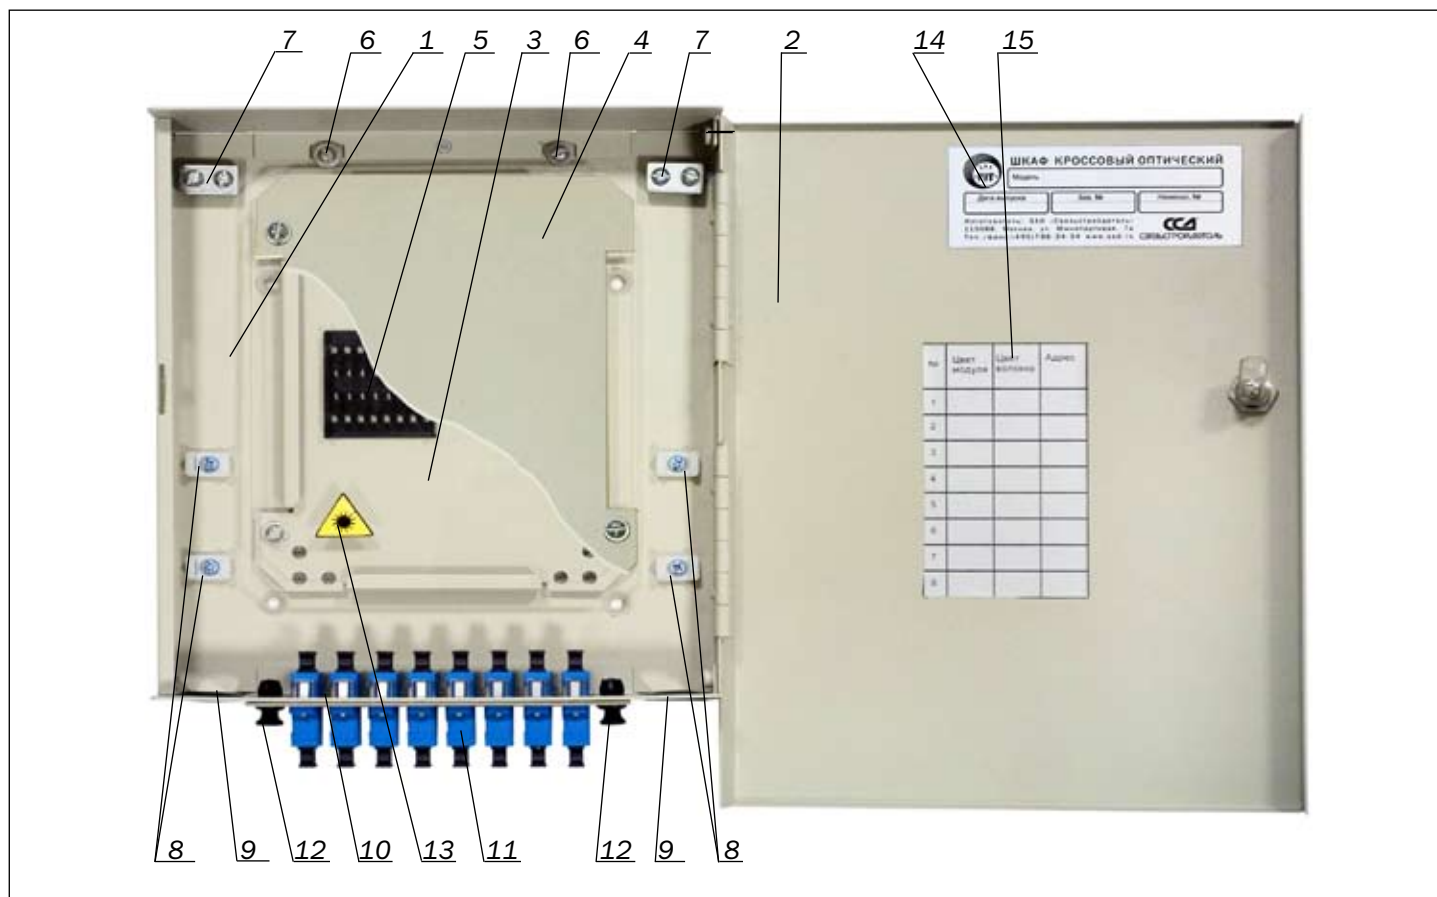

Рисунок 1.1 - Шкаф ШКОН-МИ
**5.2** Открыть дверцу шкафа и при помощи отвертки удалить винты крепления крышки кассеты (рисунок 1.1, поз. 4).
**5.4** Вставить нейлоновые стяжки в прорези держателей стяжек АТМ-1 (рисунок 1.1, поз.8).
**5.6** Ввести кабель в отверстие для ввода ОК корпуса шкафа (рисунок 1.1, поз. 9). Если диаметр наружной оболочки ОК менее 16 мм, произвести намотку нескольких слоев ленты 88Т в месте ввода ОК в шкаф для его плотной фиксации.
**5.7** При помощи отвертки закрепить ЦСЭ кабеля планками (рисунок 1.1, поз.7). Если ОК имеет арамидные нити, закрепить их совместно с ЦСЭ, лишнюю длину удалить.